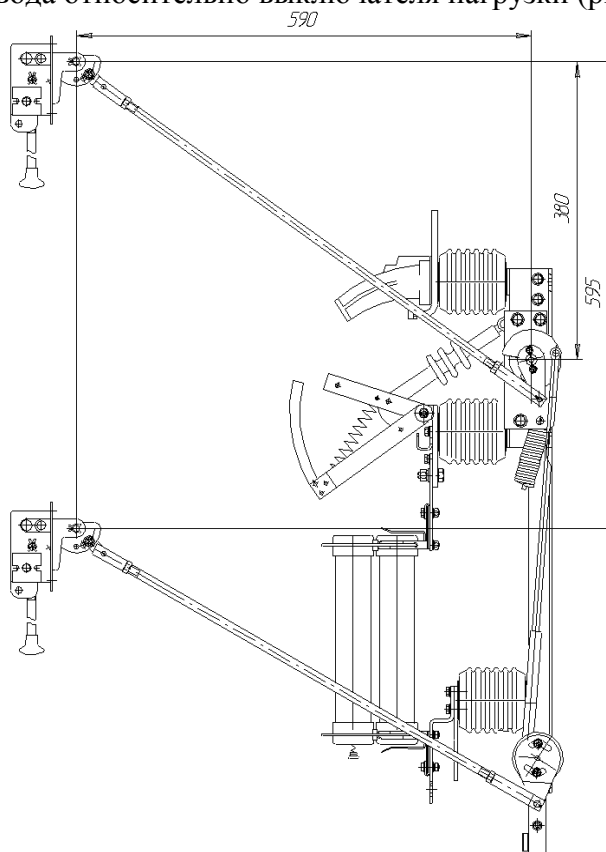

Рисунок 4 – Верхнее расположение приводов относительно валов ВНА СЭЩ®.
3.9 Выключатель управляется ручным приводом (тип указан в разделе 1, п. 1.5). Примерное расположение привода относительно выключателя нагрузки (рисунок 4 и 5):